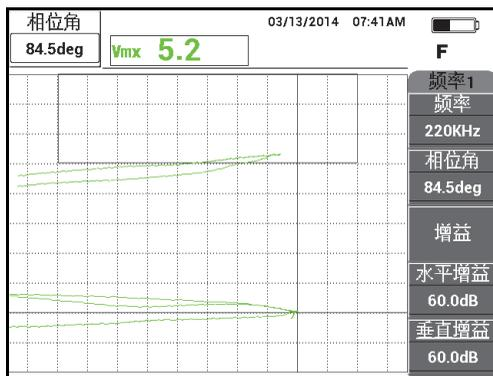

图 5-25 较低的提离信号尽可能处于水平状态
6. 按相位角键 ( $\angle$ ), 然后使用旋钮调节较低的提离信号, 以使其尽可能处于接近水平的状态 (参见第 133 页的图 5-25)。